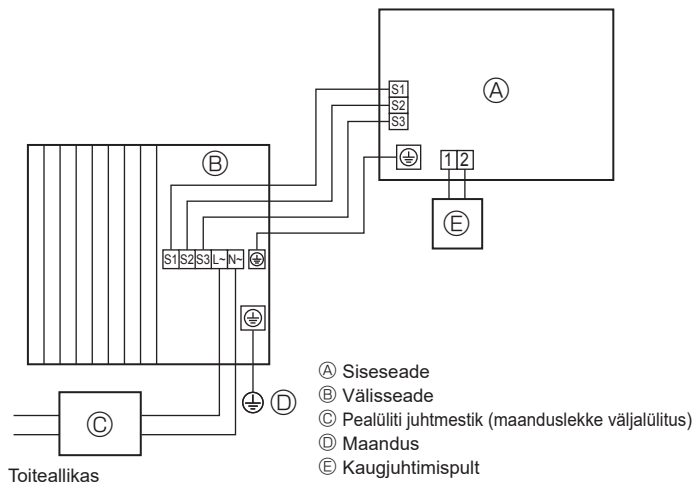
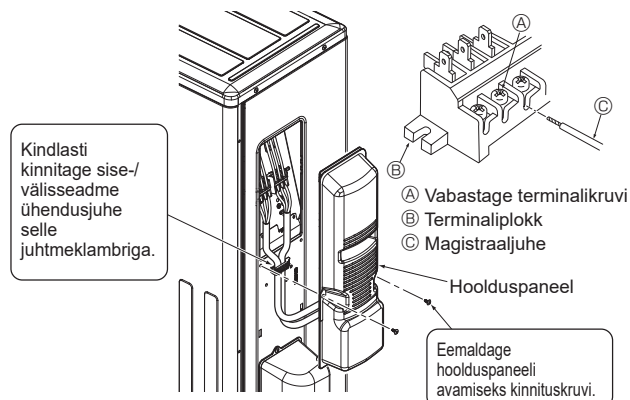

Fig. 6-1
Fig. 6-3
6.1. Välisseade (Fig. 6-1, Fig. 6-2, Fig. 6-3)
① Eemaldage hoolduspaneel.
② Paigaldage juhtmed vastavalt Fig. 6-1, 6-2 ja 6-3.